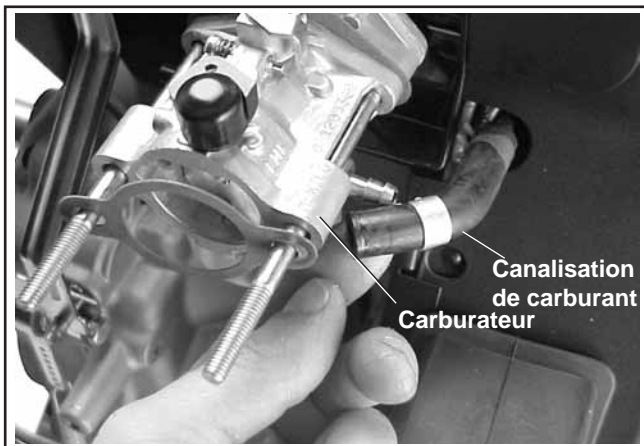

Figure 9-10. Dépose de la canalisation du carburant du carburateur.
1. Retirer la canalisation du carburant au niveau du raccord d'admission du carburateur. Voir la figure 9-10.